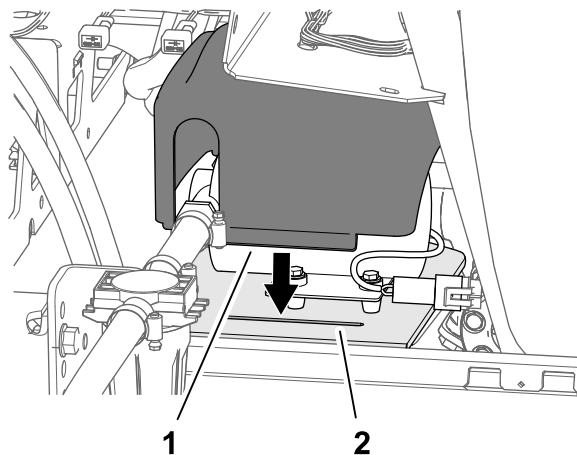

Figura 32
- Insira as duas patilhas da cobertura nas duas ranhuras na placa de suporte da estrutura do depósito (Figura 32).
- Alinhe a cobertura da bomba sobre a bomba do depósito de lavagem como se mostra na Figura 32.